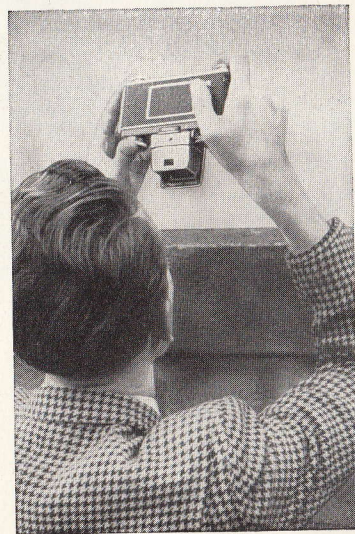
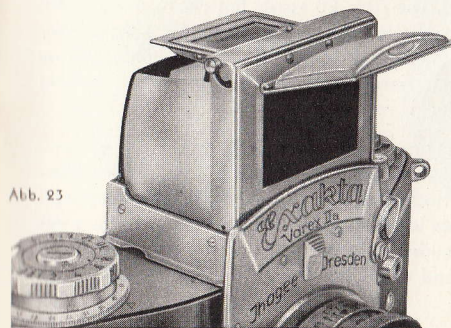
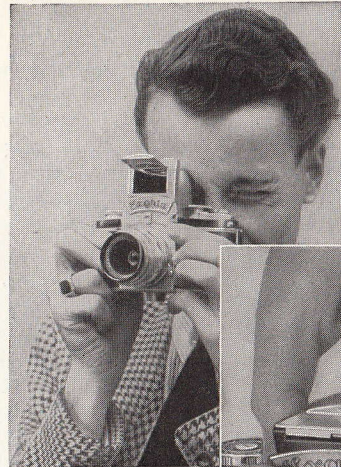

Abb. 22
Abb. 23
Abb. 24
(11) läßt sich im übrigen auch von unten her kontrollieren, wenn man die Kamera über den Kopf hält (Abb. 22). So wird man arbeiten, wenn über Mauern, Personenansammlungen usw. hinweg photographiert werden soll. Auch in einen Rahmensucher läßt sich der Lichtschacht (11) verwandeln (Abb. 23): Zusatzlupe (13) am Knopf (14) in Gebrauchsstellung schwenken, Schutzkappe (12) hochklappen. Einblick in die viereckige Öffnung der Lichtschacht-Rückwand (15) (Abb. 24). Der Rückwand-Ausschnitt muß genau vom Ausschnitt im Vorderteil des Lichtschachtes begrenzt werden, dann stimmt das im Rahmensucher sichtbare Bild mit der Aufnahme überein. Diese Arbeitsweise ist für Sportaufnahmen usw. vorteilhaft (sofern dafür nicht der Prismeneinsatz verwendet wird), scheidet aber bei Photos auf kürzeren Abstand als etwa 3 m der Parallaxe wegen aus. Ebenso ist bei Weitwinkel- und Teleobjektiven die Benutzung des Rahmensuchers nicht zu empfehlen, da der Sucherausschnitt nur für die Normalobjektive Gültigkeit hat. Man beobachtet dann das Bild ausschließlich auf der Mattscheibe völlig parallaxenfrei und im richtigen Ausschnitt.